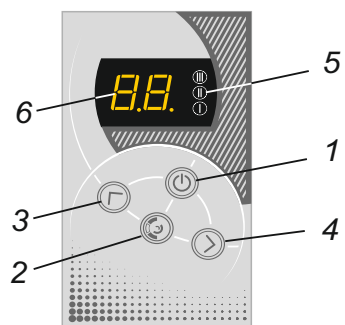

Рисунок 3
4.3 Для управления прибором используется мембранная клавиатура (рисунок 3). Для включения прибора необходимо нажать клавишу включения (1). При этом загорится цифровой индикатор (6), где высветится заданная температура теплоносителя (температура установки) в режиме моргания. По прошествии 5 секунд индикатор отобразит текущую температуру теплоносителя в режиме постоянного свечения.